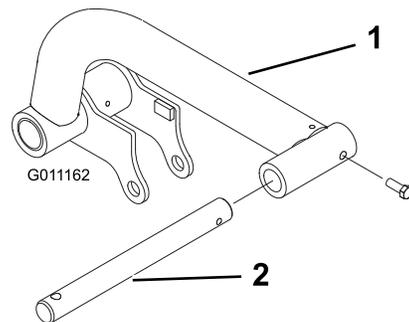

Figura 9
1. Inserte una barra de pivote en cada brazo de elevación, y alinee los orificios de montaje (Figura 9).